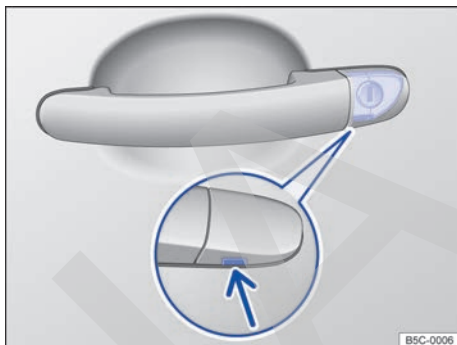

Fig. 158 Manilla de la puerta del conductor: bombín de la cerradura cubierto.
- Introduzca el paletón de la llave, por abajo, en el orificio que hay en la caperuza de la manilla de la puerta del conductor → fig. 158 (flecha).